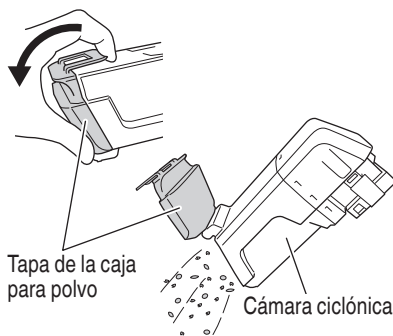

Fig. 20
- (2) Limpie el polvo de la cámara ciclónica (Fig. 20).